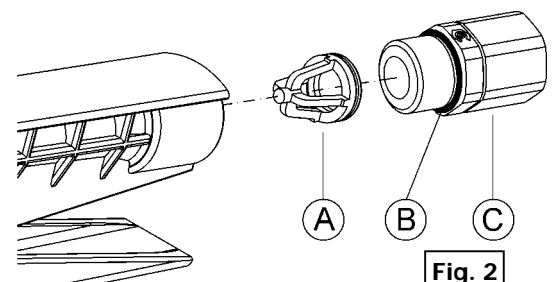

Fig. 2
- Place the filter (A, fig. 2) inside the control valve body and install the swivel (C, fig. 2) to the control valve inlet. **NOTE:** Verify that the swivel o-ring (B, fig. 2) is in its correct position and not damaged.
- Colocar el filtro (A, Fig. 2) dentro del cuerpo de la pistola y enroscar la rótula (C, Fig. 2) a la entrada de la pistola. **NOTA:** Verificar que la junta tórica de la rótula (B, Fig. 2) está bien colocada y no dañada.
- Placer le filtre (A, Fig.2) à l'intérieur du corps de la poignée de distribution et serrer la rotule (C, Fig.2) à l'entrée de la poignée. **NOTE :** S'assurer que le joint torique de la rotule (B, Fig.2) n'est pas endommagé et qu'il est bien placé.
- Den Filter (A, Bild 2) im Körper der Pistole montieren und das Gelenk (C, Bild 2) an der Einlaß-Seite befestigen. **Achtung:** Sicherstellen, daß der O-Ring (B, Bild 2) an der richtigen Stelle und nicht beschädigt ist.